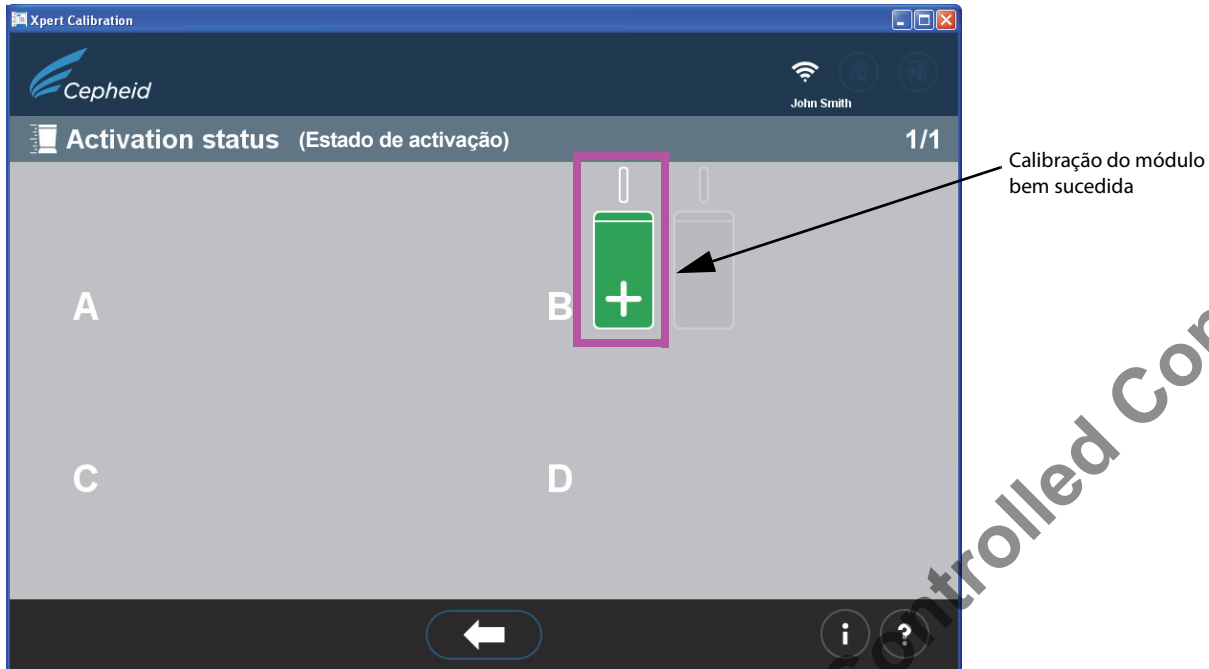

Figura 46. Ecrã Activation Status (Estado de activação)
- g. Aparece o ecrã **Activation status** (Estado de activação). Consulte Figura 46. No ecrã **Activation status** (Estado de activação), os módulos calibrados com êxito são indicados por um sinal “+” num módulo verde.